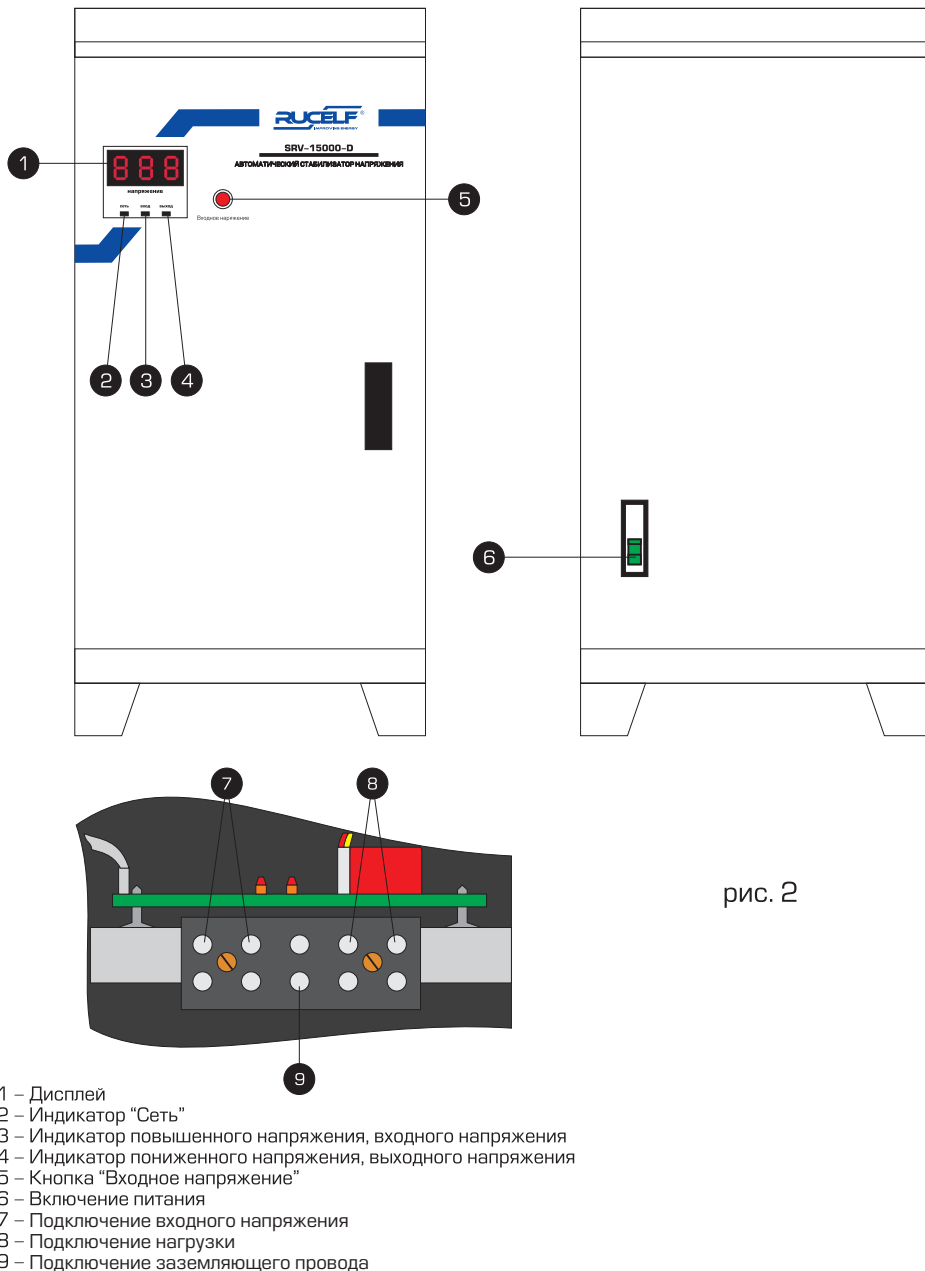

рис. 2
- При нажатии кнопки "Входное напряжение" №5 (рис. 2) Индикатор "Входное напряжение" №4 (рис. 2) начнет моргать, а на дисплее отобразится входное напряжение. Через 5 секунд на дисплее снова высветится выходное напряжение и загорится индикатор "Выходное напряжение" №3 (рис. 2)
В случае повышения входного напряжения свыше 260 вольт индикатор "Повышенное напряжение" №3 (рис. 2) начнет мигать. В случае понижения входного напряжения ниже 140 вольт начнет мигать индикатор "Пониженное напряжение" №4 (рис. 2). Нагрузка в этом случае будет отключена, а дисплей покажет информацию об ошибке. В случае увеличения нагрузки сверх максимальной возможно срабатывание температурного датчика и отключения нагрузки. Дисплей отобразит информацию об ошибке.
- Заземлить корпус стабилизатора клемма 9 (рис.2)
- Перед подключением убедиться, что автоматический выключатель № 6 (рис. 2) находится в положении «выкл».
- Подключить нагрузку к клеммам 8 (рис.2) выходного напряжения.
- Подключить в сеть 220 В пару входных клемм 7 (рис.2)
- Установить кнопку или автоматический выключатель №6 (рис. 2) в положение «вкл».